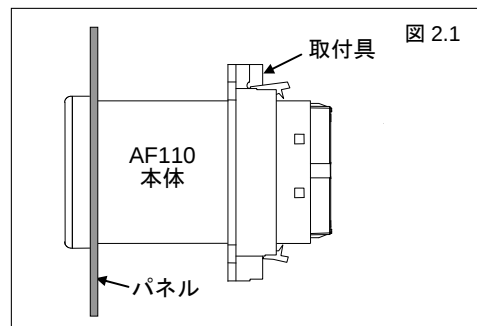

図 2.1
3. AF110 に取付具を後ろから差し込みます。(図 2.1)